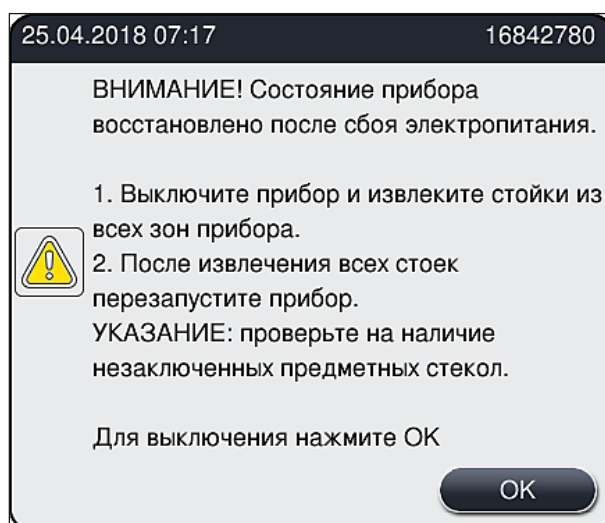

Рис. 109
- После восстановления подачи питания прибор автоматически перезапускается. Пользователь получает информацию о нарушении подачи питания с помощью информационного сообщения (→ Рис. 109) на экране, при этом данное событие вносится в журнал регистрации событий.
- ① После восстановления подачи питания прибор автоматически перезапускается. При этом звучит предупреждающий сигнал, а на экране появляется предупреждающее сообщение (→ Рис. 109).
Извлеките предметные стекла из прибора, руководствуясь указаниями в информационном сообщении (→ Рис. 109).